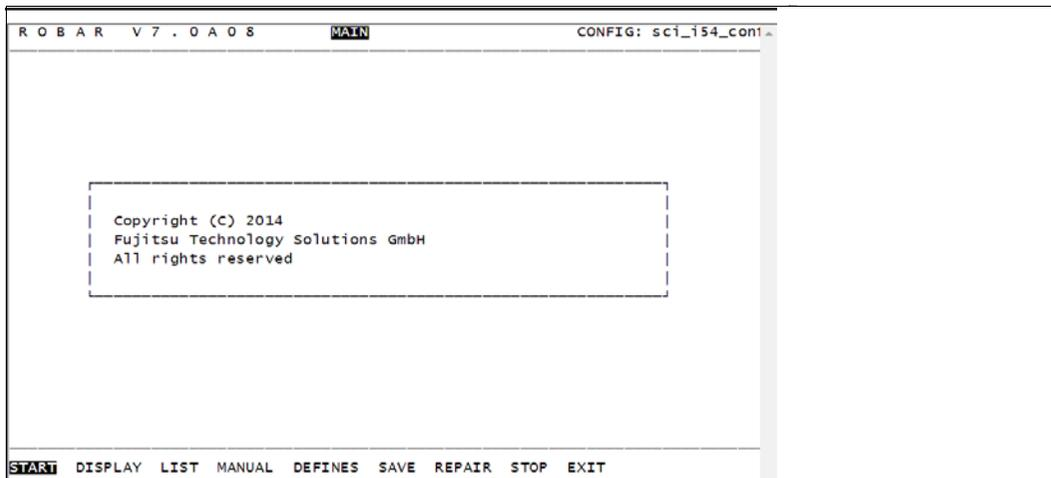

Bild 14: Hauptmenü
- Der erste ROBAR-Administrator (Mitglied in den Benutzergruppen `robardm` und `robarsv`), der das Menüprogramm aufruft, erhält den vollen und uneingeschränkten Funktionsumfang (siehe Bild 14 auf Seite 180).